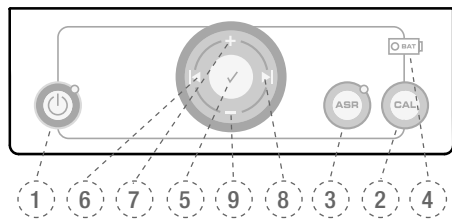

Fig. 4 Painel de teclas
Pressionando-se a tecla **CONFIRMAR** ✓ (5), Fig.4 durante 1,5 segundos o micromotor é ligado. Para se desligar outra vez, basta pressionar qualquer tecla ou acionar o pedal. Durante a operação com a tecla **CONFIRMAR** ✓, se o motor (em estado de ligado) não for usado durante mais de 5 minutos, desligará automaticamente a fim de economizar energia.
Para desligar o aparelho pressione a tecla **LIGAR/DESLIGAR**. Atenção: o LED no símbolo de bateria (4), Fig.4 não acenderá (exceto se a bateria estiver sendo recarregada).
A função de calibragem **CAL** (2), Fig. 4 ajusta de cada vez automaticamente a velocidade de rotação do micromotor, a fim de assegurar a precisão do torque quando o micromotor for desligado, ou quando o contra-ângulo for trocado, autoclavado e/ou lubrificado.